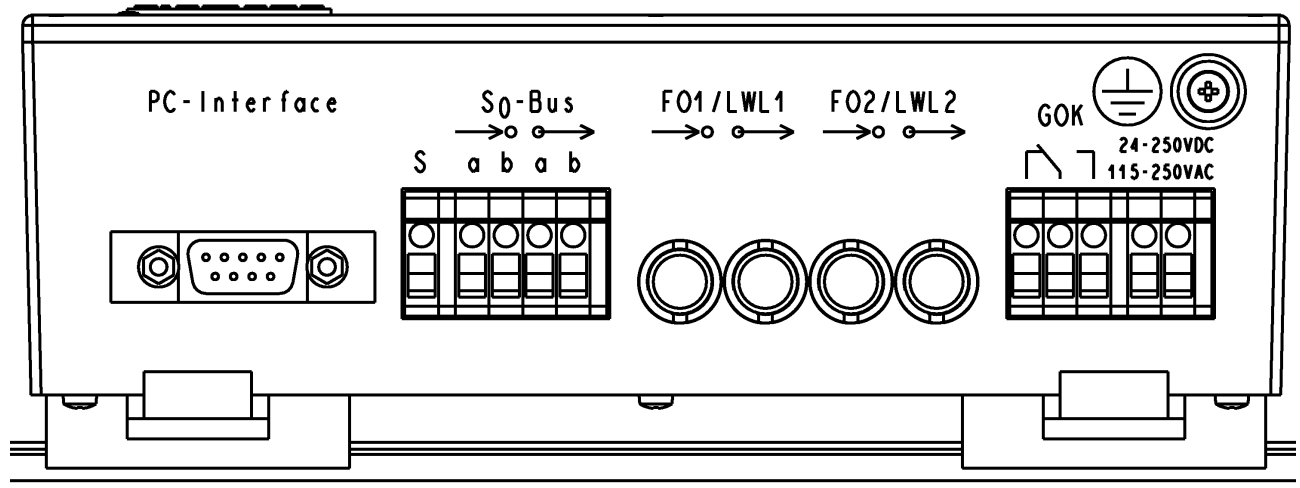

Bild 3 Schnittstellen und Anschlüsse
Auf der Geräteseite (Bild 3) befinden sich folgende Schnittstellen und Anschlüsse:
- **S₀-Bus:** Die Signale der S₀-Bus Schnittstelle sind auf die 5-polige Schraubklemme (S₀-Bus) aufzulegen (jeweils ein kommendes und ein gehendes Adernpaar). Die links daneben liegende fünfte Schraubklemme (,S') dient zum Auflegen des Kabelschirms, und ist mit dem Gehäuse verbunden. Die S₀-Bus Signale sind von den anderen Kreisen galvanisch getrennt (Bild 3).
- ❑ **PC-Interface:** Schnittstelle zur Parametrierung des KU-S₀ mit Hilfe des FOS0-Configurator-Programms, oder eines Terminal-Programms (z.B. Hyperterminal, siehe hier auch Abschnitt Parametrierung). Als Kommunikationsleitung zwischen KU-S₀ und PC dient die DIGSI[®]-Kommunikationsleitung, 7XV5100-4. Diese ist anzuschließen an die 9-polige DSUB-Buchse (Bild 3).